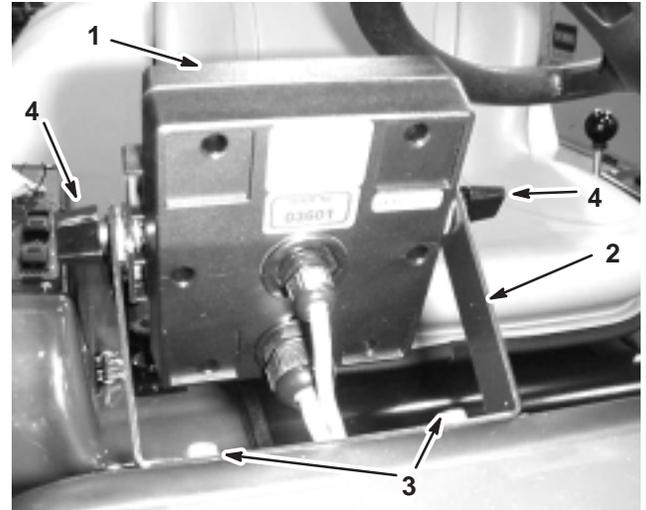

Bild 3
1. Montieren Sie die Steuergeräthalterung mit zwei Bundbolzen (1/4 x 3/4 Zoll) und zwei Bundmutter (1/4 Zoll) am Armaturenbrett (Bild 3).
2. Montieren Sie die zwei Schlossschrauben, Gummischeiben und Handräder lose auf der Halterung, wie in Bild 3 und 4 dargestellt.
5. Montieren Sie das Spray Pro-Steuergerät auf den Köpfen der Schlossschrauben (Bild 3) und ziehen Sie die Handräder an, um es zu befestigen.